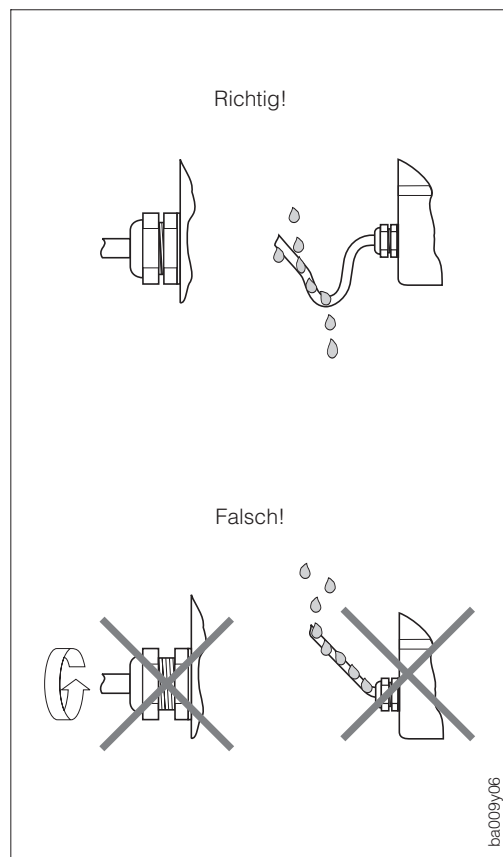

Abb. 20
- Kabeleinführung fest anziehen (s. Abb. 20).
- Kabel vor der Kabeleinführung in einer Schlaufe verlegen. Auftretende Feuchtigkeit kann so nicht zur Einführung gelangen (s. Abb. 20).